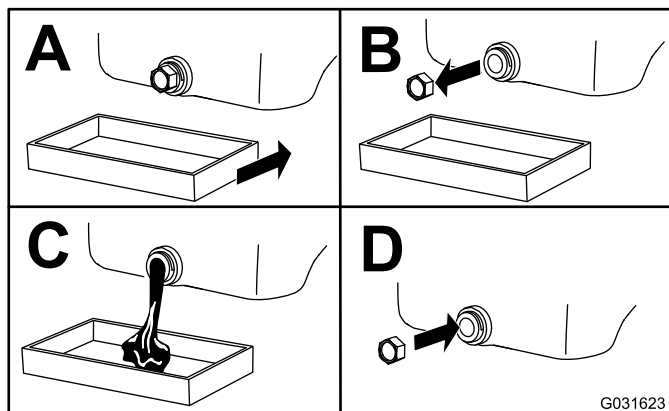

Figura 86
5. Cambie el aceite del motor, tal y como se muestra en Figura 86.